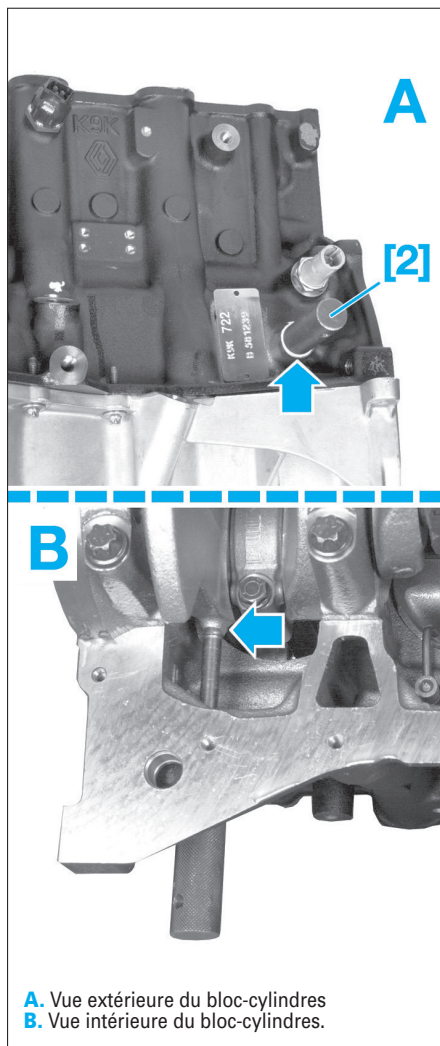

Fig. 17
- Introduire dans l'orifice du bloc-cylindres la pignage (2) de calage du vilebrequin puis la visser correctement (Fig.17).
- Tourner sans à-coups le vilebrequin pour l'amener en butée contre la pignage (Fig.17).